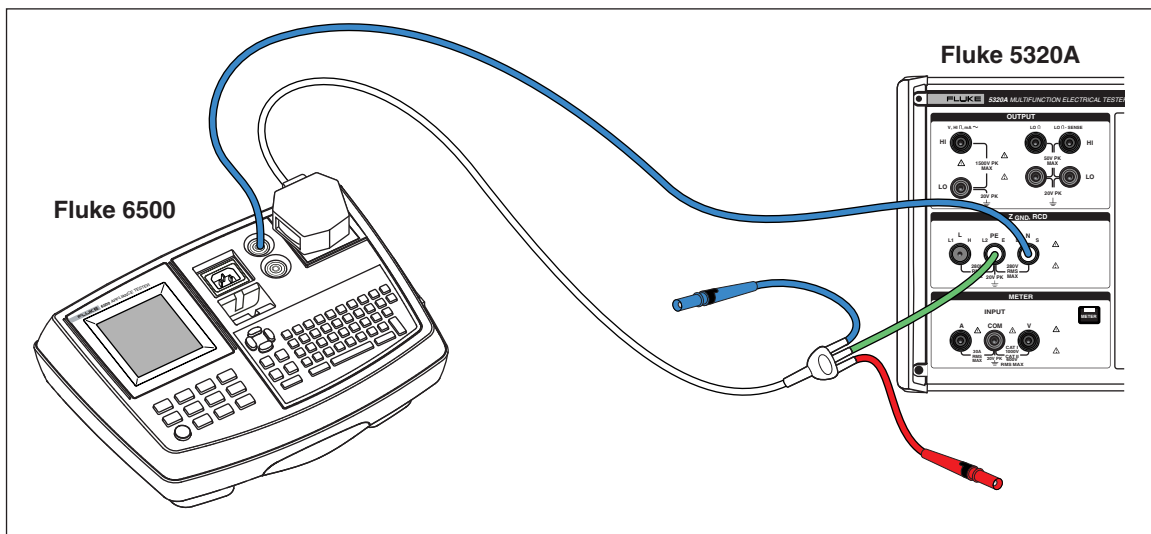

图7-9.使用电缆适配器在 Fluke 6500 上进行接地导通电阻校准
2. 使用图7-9到7-11，将UUT 连接到校准器的 Z_{GNDPE} 和 N 端子。